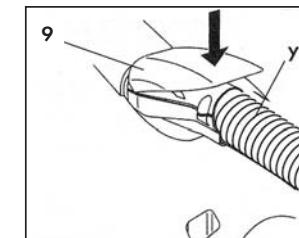
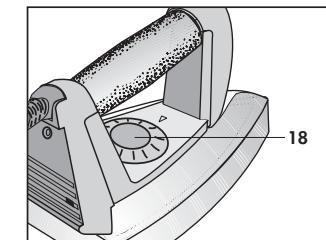

Fig. 18
Fig. 19
- Ouvrir complètement le volet de la prise des accessoires (9) et insérer la fixation rapide du fer à repasser (y) dans la prise située sur la partie avant de l'appareil, en appuyant à fond.
- Fermer le volet de la prise accessoires (9) sur le corps de la fixation rapide, en vous assurant que les deux éléments s'accrochent. Fig. 18
- Brancher la machine en intervenant sur l'interrupteur général (4) et appuyer sur l'interrupteur chaudière (5). Attendre l'éclairage du voyant vert de machine prête (7) avant d'utiliser la machine.
- Régler le flux de la vapeur en intervenant sur le volant (6) placée sur l'appareil dans la position de minimum en le tournant dans le sens contraire des aiguilles d'une montre.
- Régler la température du fer à repasser en correspondance du tissu à repasser, en intervenant sur le petit volant (18) Fig. 19
- Appuyer sur la touche de commande vapeur (19) placée sur la poignée du fer à repasser, pour brancher ou débrancher la fonction de débit de vapeur Fig. 19 bis.
Fig. 19 bis